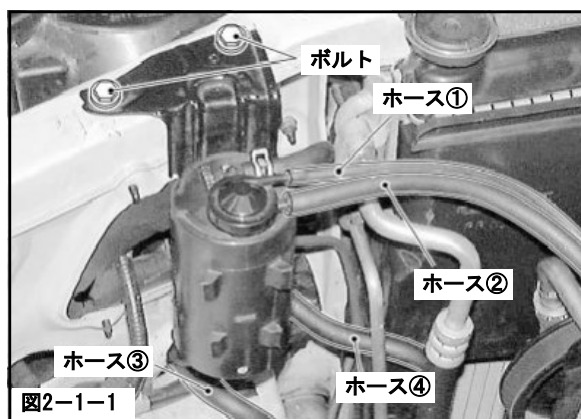

図2-1-1
- (1) ボルト(2本)を取外してください。(図2-1-1)
- (2) キャニスタタンクについているホース(4本)を取外してください。その際、図のホース①～③は両端、ホース④はボディ側のみ取外してください。(図2-1-1)